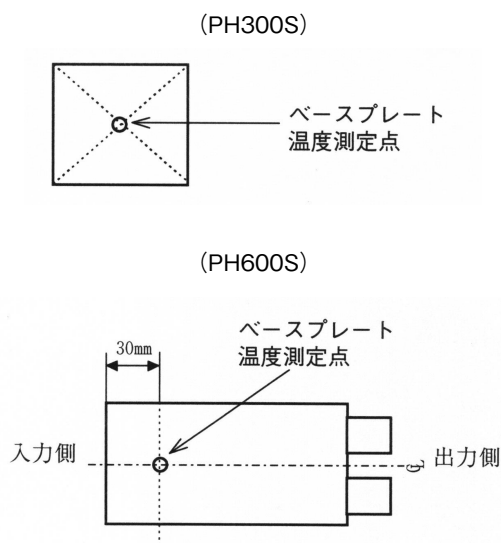

図14-2 ベースプレート温度測定点
- 2) ベースプレート温度は最大100°Cです。ワースト使用状態にて図14-2の測定点にてベースプレート温度をご確認下さい。